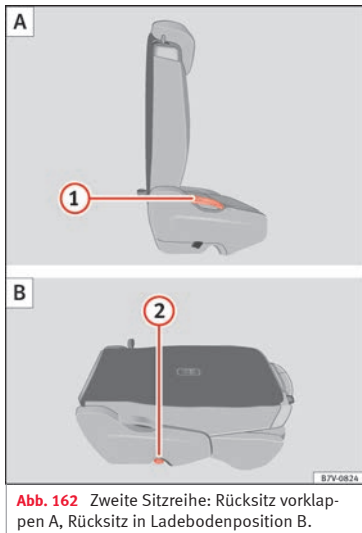

Abb. 162 Zweite Sitzreihe: Rücksitz vorklappen A, Rücksitz in Ladebodenposition B.
- Entfernen Sie Gegenstände aus dem Fußraum vor und hinter dem Rücksitz »» ❶.
- Hebel »» **Abb. 162** ❶ nach oben ziehen und Rücksitzlehne nach vorn klappen. Der komplette Rücksitz klappt nach vorn »» ⚠.
- Die nach vorn geklappte Rücksitzlehne herunterdrücken, bis die Rücksitzlehne in der Ladebodenposition eingerastet ist »» **Abb. 162 B**.
- Hebel »» **Abb. 162**  nach oben ziehen und Rücksitzlehne in die aufrechte Position klappen. Der komplette Rücksitz klappt nach hinten.